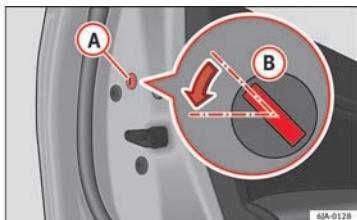

Fig. 4 Bagdør: nødlåsning
- Fjern dækkappen (A) »» Fig. 4.
- Sæt nøglen ind i slidsen (B), og drej den i pilens retning indtil vandret position (i modsat retning på højre dør).